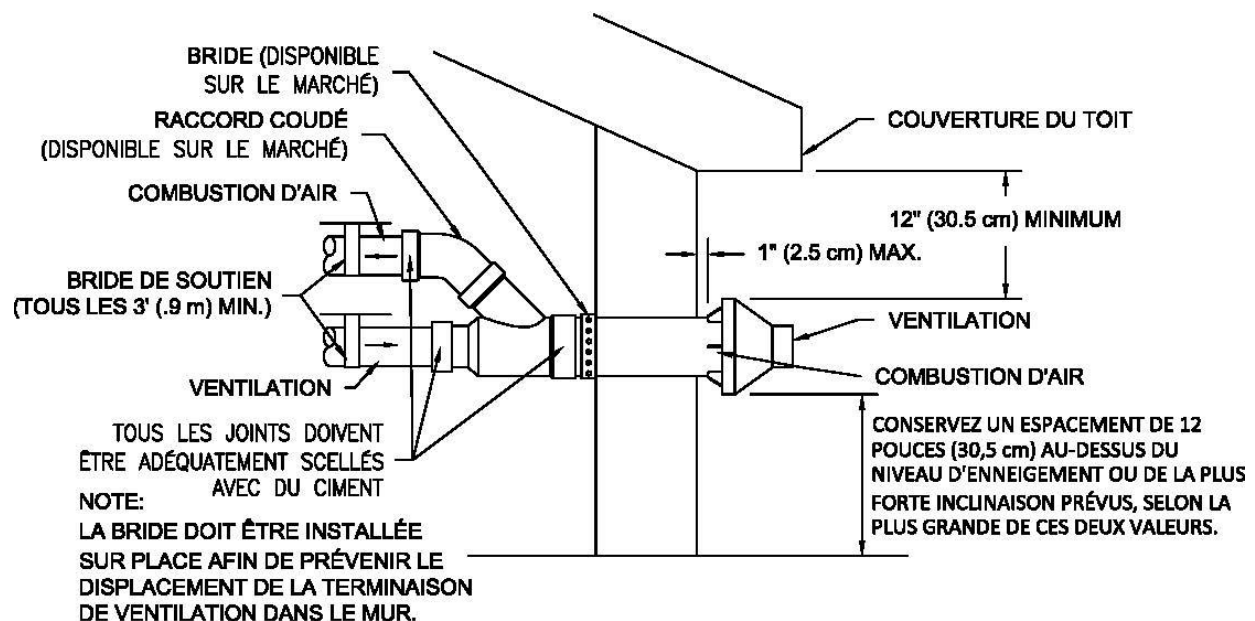

Figure 24 — Fixation à la paroi latérale de l'évent concentrique
7. Fixez l'assemblage à la structure comme le montre la figure 23. Assurez les autorisations comme indiqué dans la figure 24.
8. Tuyaux d'air de combustion et d'évent du réchauffeur de ciment vers un ensemble de raccords de borne en Y concentrique. Voir la figure 24 pour une fixation correcte des tuyaux.